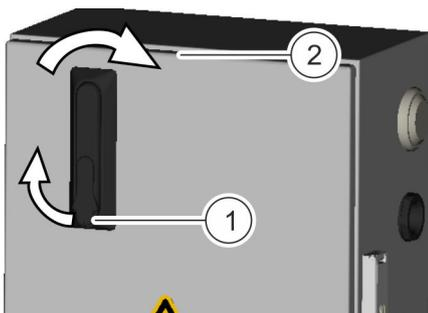

Abb. 28: Gehäusetür öffnen
2. ➤ Gehäusetür öffnen. Dazu den Schwenkhebel erst ausklappen (Abb. 28/1) und anschließend im Uhrzeigersinn drehen (Abb. 28/2).